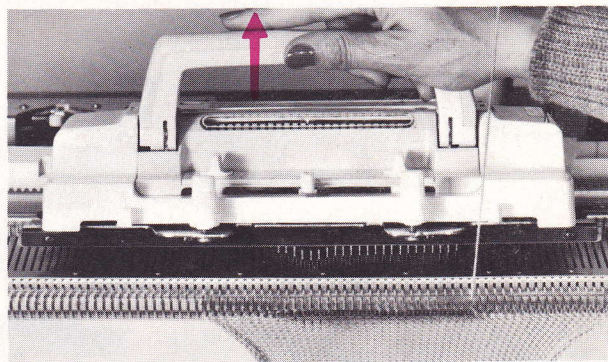

Fig. 200
- Soulever l'avant du chariot et le glisser hors des aiguilles (fig. 200) :